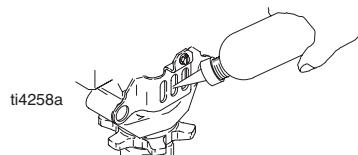

Рис. 12
8. Рис. 12. Залейте в гайку уплотнения состав Graco TSL, пока жидкость не начнет стекать на верхнюю часть уплотнения.